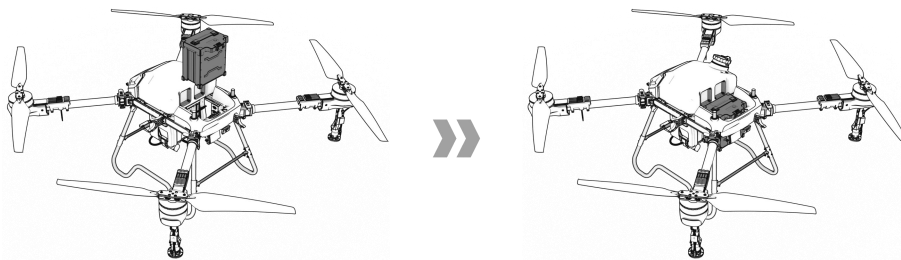

Figura 1-36 Inserte la batería
Paso 2: Conecte el puerto de salida de la batería al cuerpo del dron y la batería quedará bloqueada cuando escuche un "clic". Ver figura 1-36.